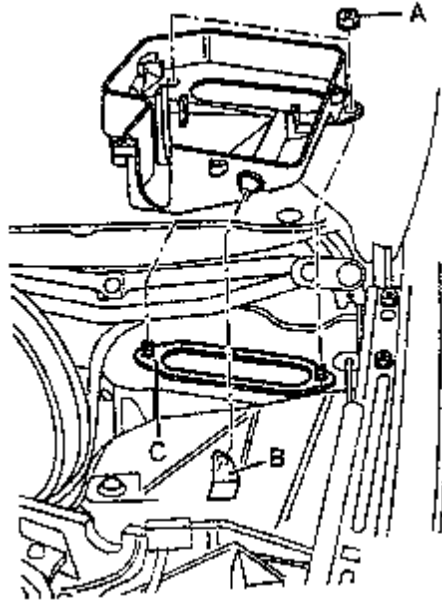

图 11-113 拆卸控制单元保护罩
(1) 落水槽中的控制单元保护罩的拆卸
- ①如图 11-113 所示。拧出紧固螺钉（夹紧螺钉），并拔出封闭盖。在安装时，注意压紧封闭盖，并且十字交叉拧紧固定螺钉，拧紧力矩为 $4\text{N} \cdot \text{m}$ 。
- ②拆卸发动机控制单元，必要进拆卸带有附加保险绝缘座的辅助继电器支架。在插头座中分开插头。从保护罩（保护外壳）的凹槽中与橡胶套一起拔出发动机线束。
- ③拧开两颗紧固螺母 A ($4\text{N} \cdot \text{m}$)。
- ④从螺丝孔中拉出后面控制单元保护罩，并且紧接着从固定点 B 拔出保护罩。
(2) 落水槽中的控制单元保护罩的安装
落水槽中的控制单元保护罩的安装按与拆卸相反的顺序进行。安装时原则上必须更换密封圈 C（图 11-113），注意密封圈不允许遮盖车体上的开口和以及盖过金属板和安装位置。